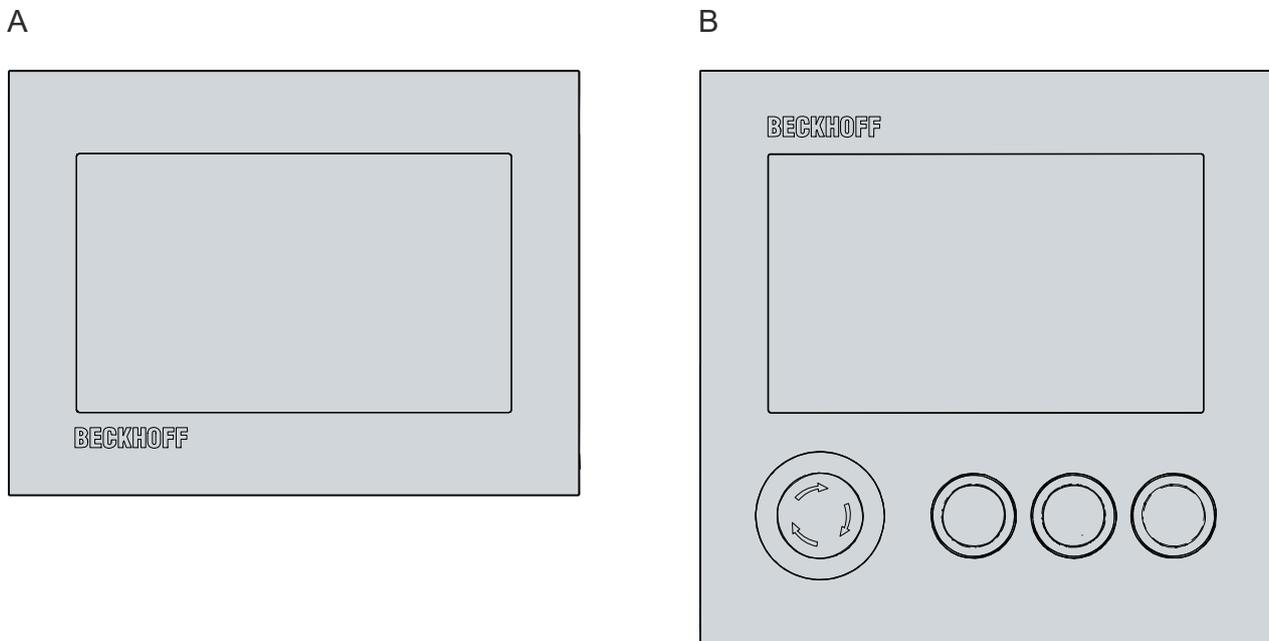

Abb. 1: Ohne und mit Tastererweiterung
Abbildung 1 zeigt das Control Panel ohne (A) und mit (B) Tastererweiterung.